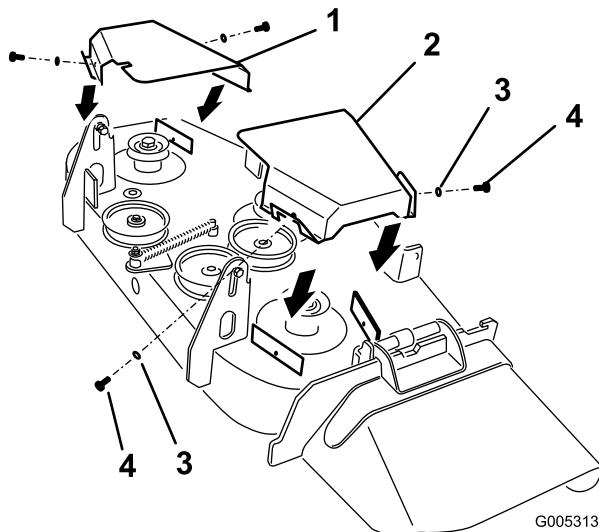

Figura 46
- Retire los 2 pernos y arandelas de cada cubierta de las correas, y retire las cubiertas de las correas (Figura 46).
- Instale las cubiertas de las correas sobre los ejes exteriores (Figura 46).